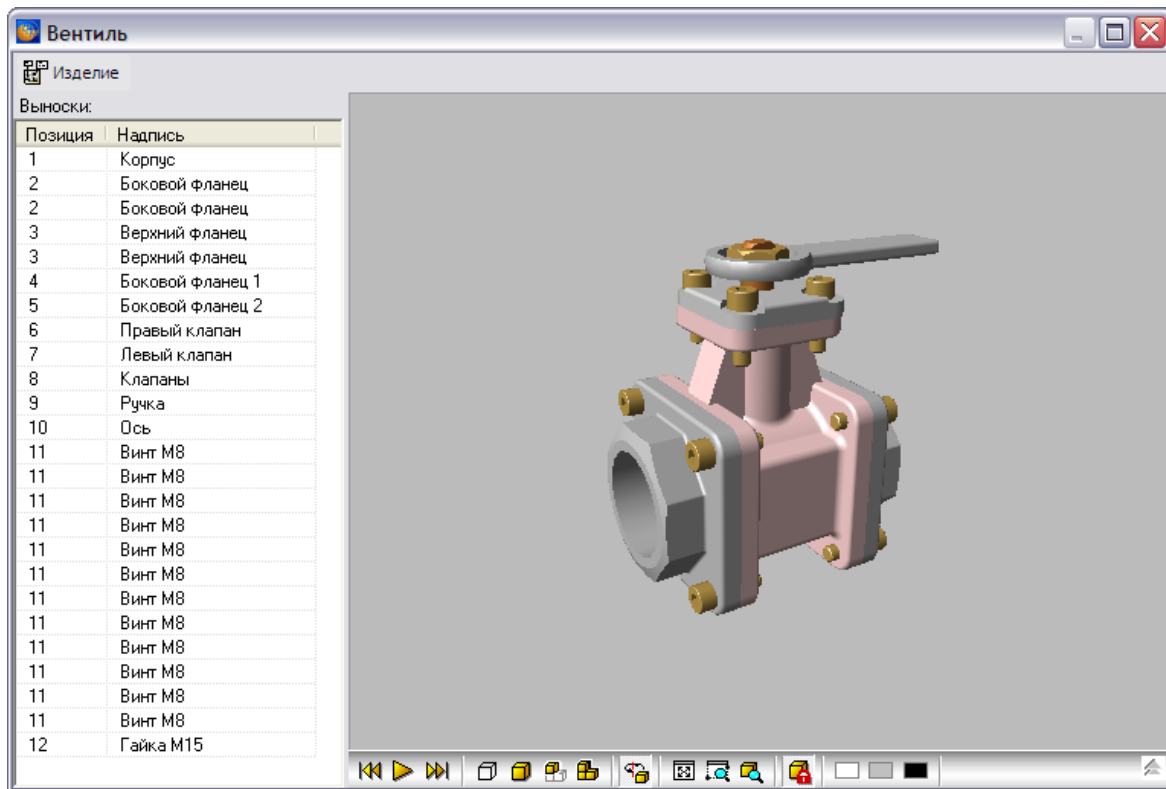

Рис. 6.79
4. Расставьте выноски для остальных деталей вентили, как показано на Рис. 6.79.
В 3D модели IPA информация о выносках содержится в таблице и представляет собой номер выноски (Позиция) и наименование детали (Надпись) (Рис. 6.79). При заполнении таблицы каталога содержимое поля **ИТЕМ (Номер позиции)** должно совпадать с номером выноски на 3D модели. Сделайте одинаковыми и соответствующие им наименования деталей. Соответствие спецификации каталога и информации в модели IPA проводится для обеспечения удобной навигации по каталогу при его просмотре. При выборе номера позиции в каталоге будет подсвечиваться одноименная выноска на модели и наоборот.